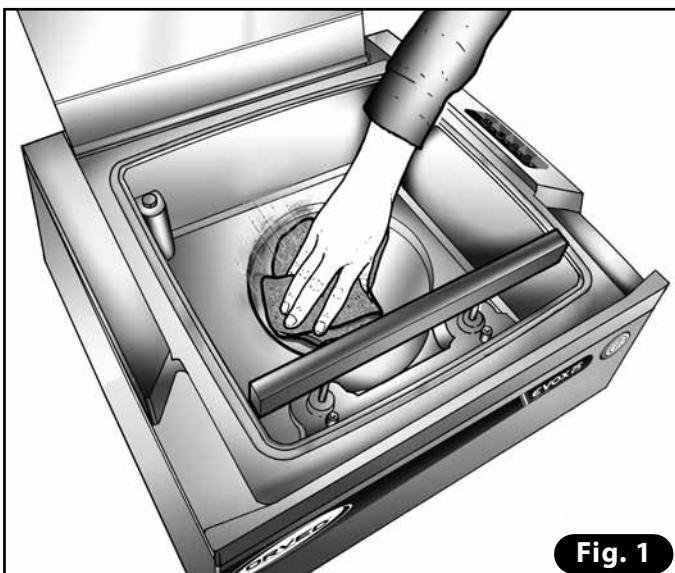

Fig. 1
8.1.3 NETTOYAGE CHAMBRE À VIDE (Fig. 1)